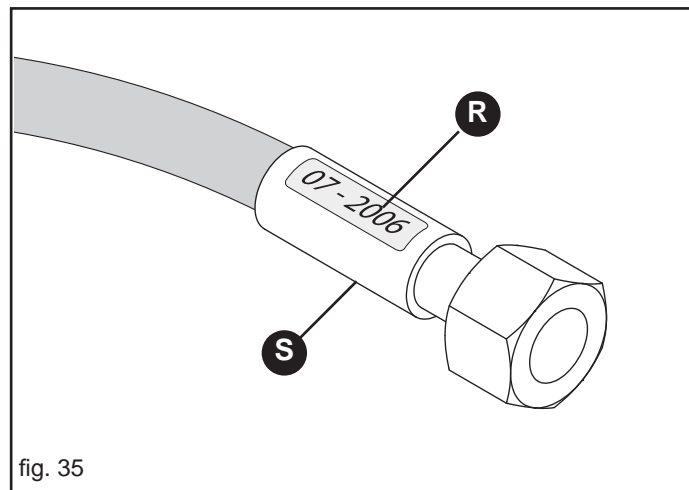

fig. 35
- La durée de vie des tuyaux oléodynamiques ne peut dépasser 5 ans, même s'ils ne sont pas utilisés (usure naturelle). La figure 35 (R) donne un exemple de l'année de production des tuyaux oléodynamiques.
- pertes autour de l'armature du tuyau (S, Fig. 35).
- corrosion de l'armature (S, Fig. 35);
- échéance de 5 ans à compter de la production (R, Fig. 35).